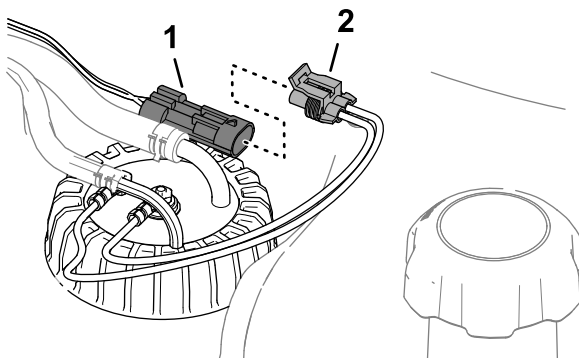

図 88
3. マシンのワイヤハーネスの 2 ピンコネクタから、燃料センダのハーネスの 2 ソケットコネクタを外す 図 88。